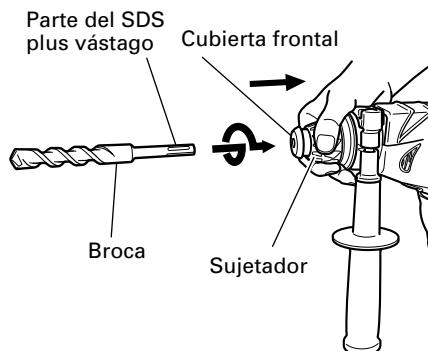
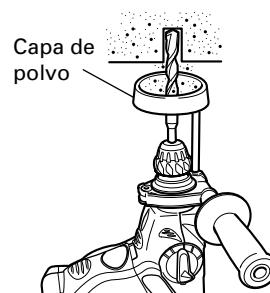

Fig. 2
Fig. 3
**6. Montaje de la broca (Fig. 2)**
(1) Limpie la parte del vástago de la broca de taladro.
(2) Para colocar una broca (parte del SDS plus vástago), tire completamente del sujetador en la dirección de la flecha tal y como se muestra en la Fig. 2 e insértela hasta el fondo mientras la gira manualmente.
(3) Al soltar el sujetador, la broca quedará fijada.
(4) Para extraer la broca, tire completamente del sujetador en la dirección de la flecha y extráigala.
**7. Instalación del colector de polvo (accesorios opcionales) (Fig. 3)**
Emplee la copa de polvo instalando la broca como se muestra en la Fig. 3.